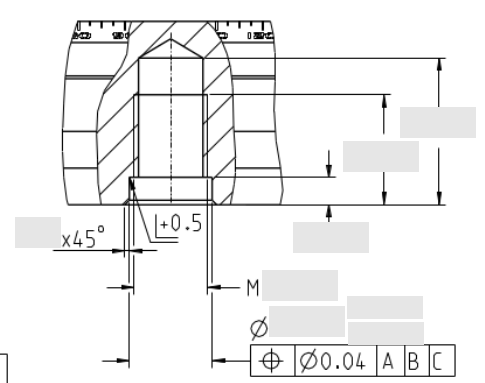

Abbildung 4 - Bohrung Typ C
- Bohrung Typ C – Abmessungen in Abbildung 4 eintragen, Toleranzen mit Vorzeichen